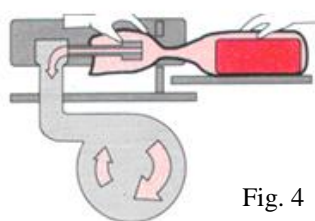

Fig. 4
- Coloque la bolsa que contiene el producto en la bandeja especial de la máquina y pase la parte abierta de la bolsa sobre el tubo de relleno (Fig. 4).